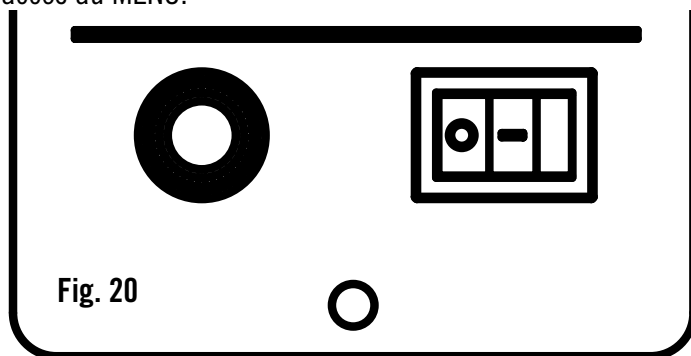

Fig. 20
Celui-ci est utilisé pour allumer le barbecue à granules. « 0 » signifie l'arrêt (OFF) et, « I » signifie la marche (ON). Voir la figure 20. Lorsque l'unité de commande est allumée pour la première fois, il faut pousser sur le sélecteur pour avoir accès au MENU.